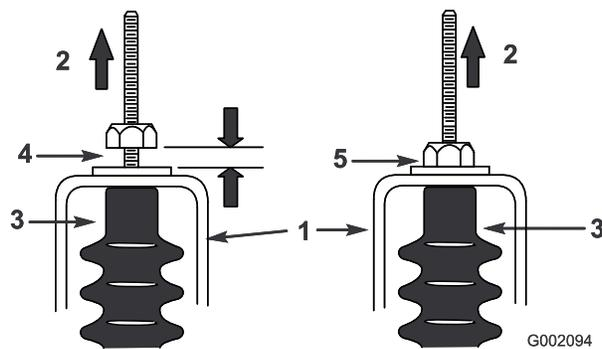

Figura 36
5. Tirate verso l'alto ciascun cavo del cambio e verificate che vi sia una distanza di 0,76–1,52 mm tra il dado con rondella e la staffa di folle (Figura 36). Se la distanza non c'è regolata i dadi per ottenere una distanza di 0,76–1,52 mm.